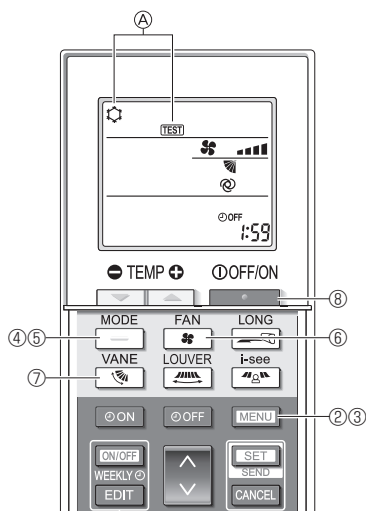

Fig. 7-5
- Πατήστε το κουμπί [MENU] για 5 δευτερόλεπτα. (Fig. 7-5) (Εκτελείτε αυτόν το χειρισμό όταν η οθόνη του τηλεχειριστηρίου είναι απενεργοποιημένη).
- Πατήστε το κουμπί [MENU]. Εμφανίζεται η ένδειξη ① [TEST] (Δοκιμαστική λειτουργία) και η τρέχουσα κατάσταση λειτουργίας. (Fig. 7-5)